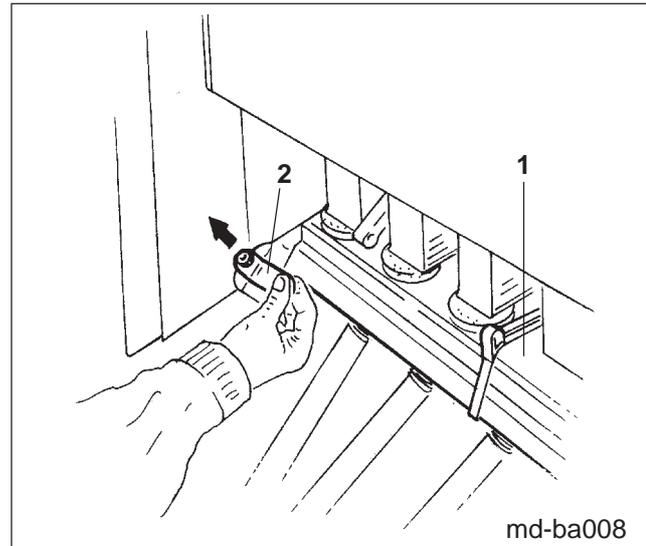
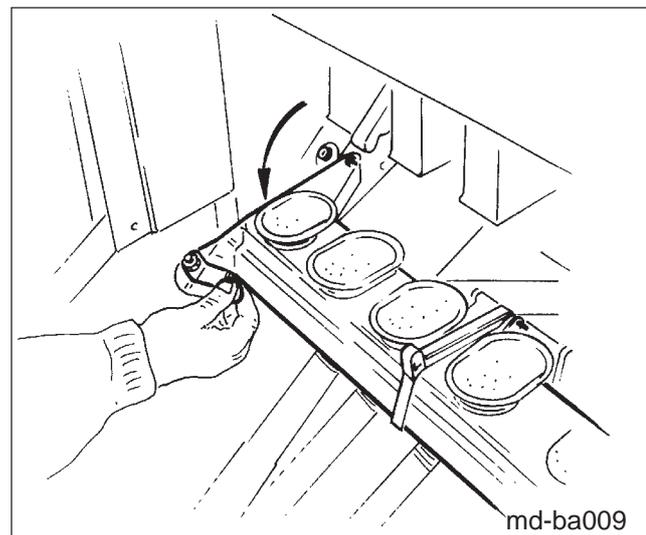

Fig. 9.4
Fig. 9.5
- Trichterschiene(n) (Fig. 9.4/1) absenken:
Die beiden Hebel (Fig. 9.4/2), mit denen jede Trichterschiene ausgerüstet ist, kurz anheben und Trichterschiene (Fig. 9.5) absenken.